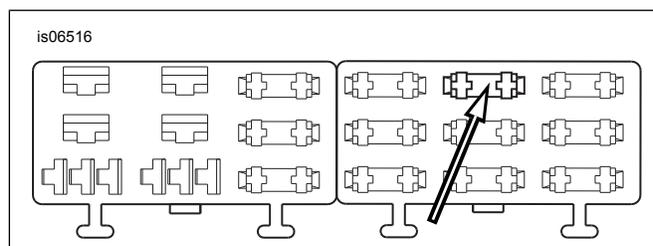

Figura 10. Cavidad "P&A IGN" del bloque de fusibles (Softail 2004 a 2010)
4. Vea la Figura 10. Localice la cavidad del fusible (1) indicada como «P&A IGN» en la cubierta del bloque de fusibles en el bloque de fusibles del lado derecho. Debe haber un cable alimentando un lado de este circuito pero no habrá ni un cable ni un fusible de acoplamiento. Inserte el terminal en el cable del adaptador naranja/blanco hasta que se detenga. Vea algún terminal cercano instalado en la fábrica para compararlo y verificar que esté correctamente orientado y a la profundidad correcta.